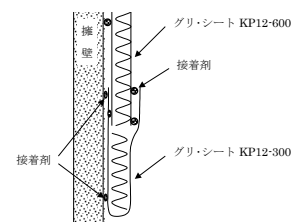

図 II-4 「グリ・シート」接続部の処理
- ①「グリ・シート KP12-600」の下端を「グリ・シート KP12-300」の芯材に突き合わせ、「グリ・シート KP12-300」のフィルター耳の内側に接着剤を塗布し、固定する。（図 II-4）